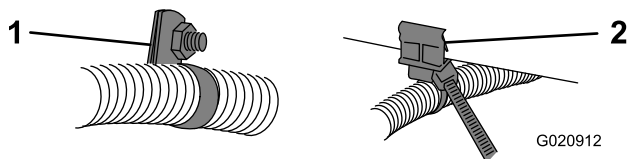

Figura 9
4. Utilice abrazaderas y clips para perfil para sujetar el arnés de cables por el interior del bastidor (Figura 9).